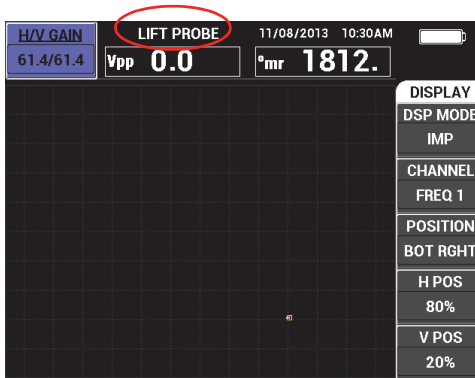

Figura 4-4 Mensagem LIFT PROBE depois de manter a tecla A-LIFT NULL pressionada
1. Pressione e segure a tecla de função A-LIFT NULL (  ) até soar um bipe (aproximadamente 3 segundos) e o texto **LIFT PROBE** seja exibido na tela do aparelho (veja Figura 4-4 na página 79).